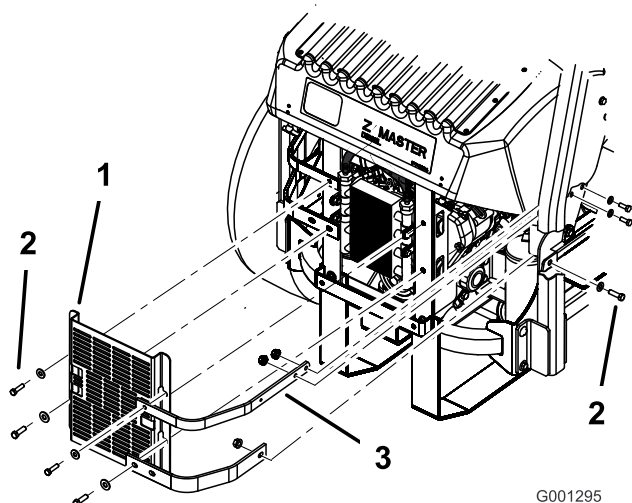

Figura 70
3. Retire los 4 pernos que fijan el protector del enfriador de aceite al bastidor trasero (Figura 70).
4. Retire los 3 pernos que fijan las bridas del motor al lateral de la máquina (Figura 70).
12. Instale el protector del enfriador de aceite y las bridas del motor al bastidor trasero con los 4 pernos que retiró anteriormente (Figura 70).
13. Instale las bridas del motor en el lateral de la máquina (Figura 70).